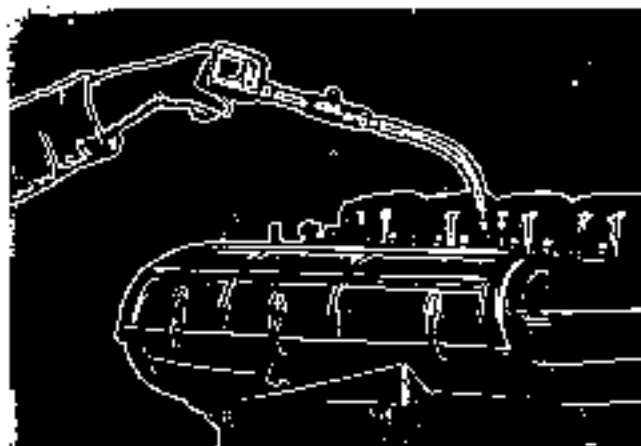

Fig. 11 - Controllo della compressione del motore
- montare l'apparecchio prova compressione 5.9030.107.0/10 in corrispondenza del foro dell'iniettore sulla testa (Fig. 11);